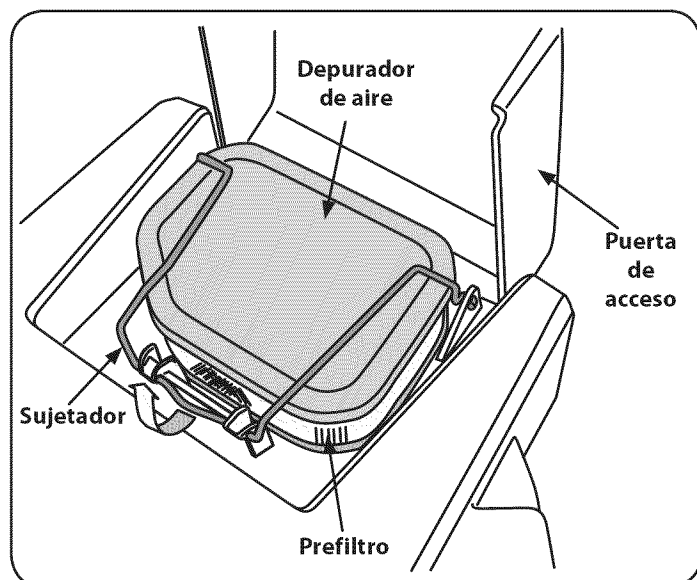

Figura 25
1. Abra la puerta de acceso al depurador de aire y desenganche el sujetador. Vea la Figura 25.